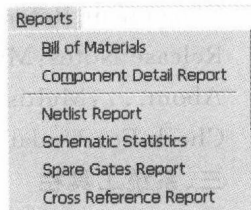

图 1.1.11 Report 菜单
10. Reports(报表)菜单,如图 1.1.11 所示。